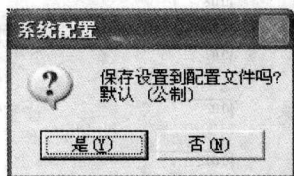

图 1-10 “保存系统配置”对话框
(3) 单击对话框中的“☒”按钮,出现如图 1-10 所示“保存系统配置”对话框,直接单击【确定】,完成绘图区底色的设定。